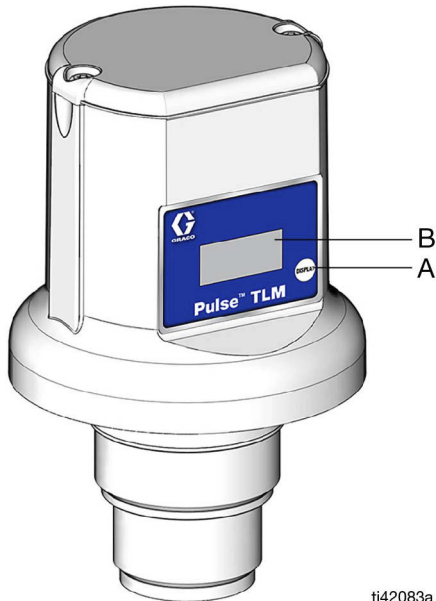

FIG. 7
Appuyer et relâcher le bouton Afficher (A). Les données apparaissent sur l'écran (B) (FIG. 7). Chaque affichage reste quelques secondes avant de passer au suivant.
Après avoir rempli un réservoir à partir d'un distributeur d'huile ou qu'un réservoir d'huile usée est vidé par un fournisseur de service, appuyer sur le bouton Afficher (A) (FIG. 7) du contrôleur de niveau de cuve (TLM) pour s'assurer qu'il conserve le volume le plus récent du réservoir.